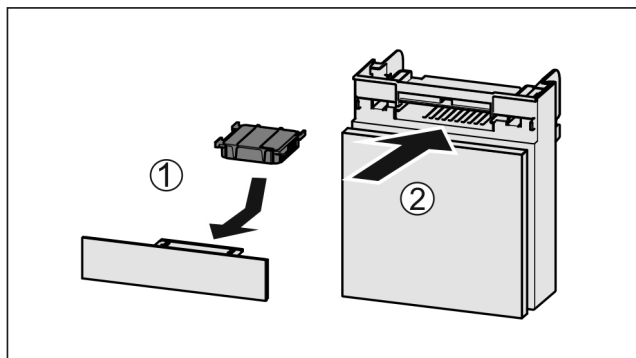

Fig. 128
- ▶ Aktivni ogljeni filter vstavite Fig. 128 (1) skladno s prikazom na sliki.
- ▶ Predal potisnite noter Fig. 128 (2).